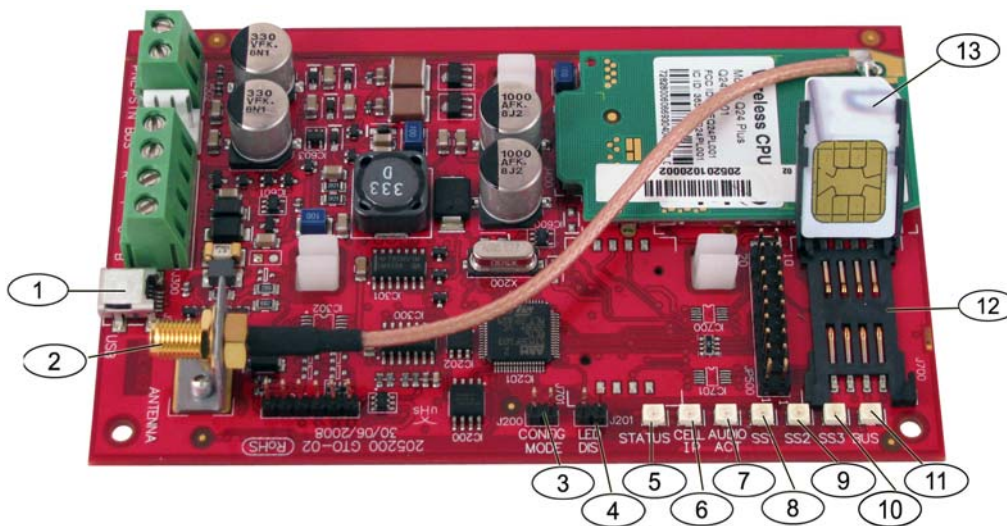

Bild 9.1 ITS-DX4020-G Übertragungsgerät
1. Stellen Sie sicher, dass die mitgelieferte Brücke die KONFIG-Drahtbrückenstifte abdeckt. Siehe *Bild 9.1, Seite 73, Element 3*.